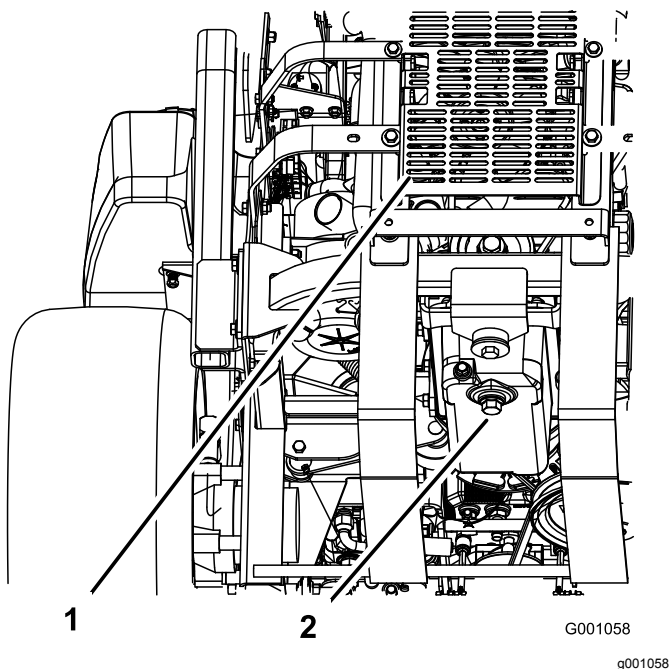

Figura 62
5. Coloque un recipiente debajo del orificio de drenaje de aceite. Retire el tapón de vaciado y deje que el aceite se drene completamente (Figura 62).